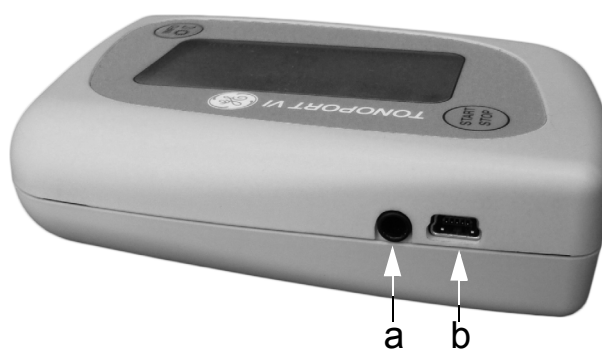

Fig. 5-1 Connexions pour câble PC
- via un câble 2001589-040, si le port USB du TONOPORT VI est utilisé (**b**, Fig. 5-1)
- via un câble 2001589-011, si le port série du TONOPORT VI est utilisé (**a**, Fig. 5-1)
Pour pouvoir utiliser le port USB du TONOPORT VI (b, Fig. 5-1), vous devez installer le pilote USB et vérifier la communication comme décrit ci-dessous.